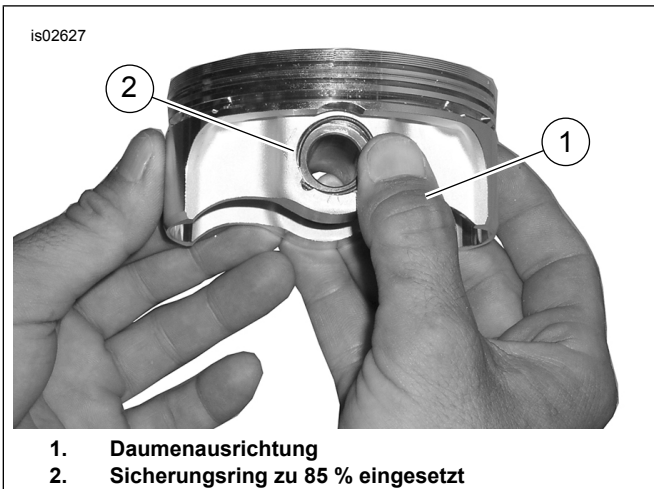

Abbildung 4. Sicherungsring anbringen
2. Siehe Abbildung 4 >. Den Daumen (1) wie dargestellt platzieren. Fest andrücken, bis ca. 85 % des Sicherungsringes (2) in der Nut sitzen.